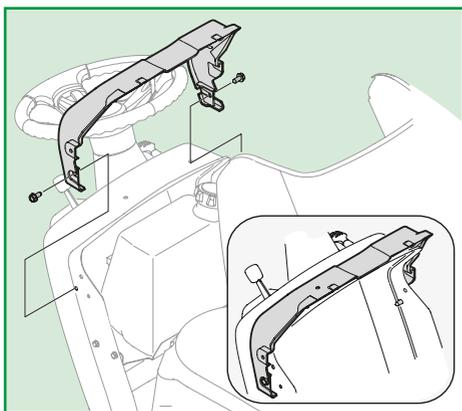

Figura 3
2. Erga o capô do motor e posicione a proteção do painel, conforme Figura 3;